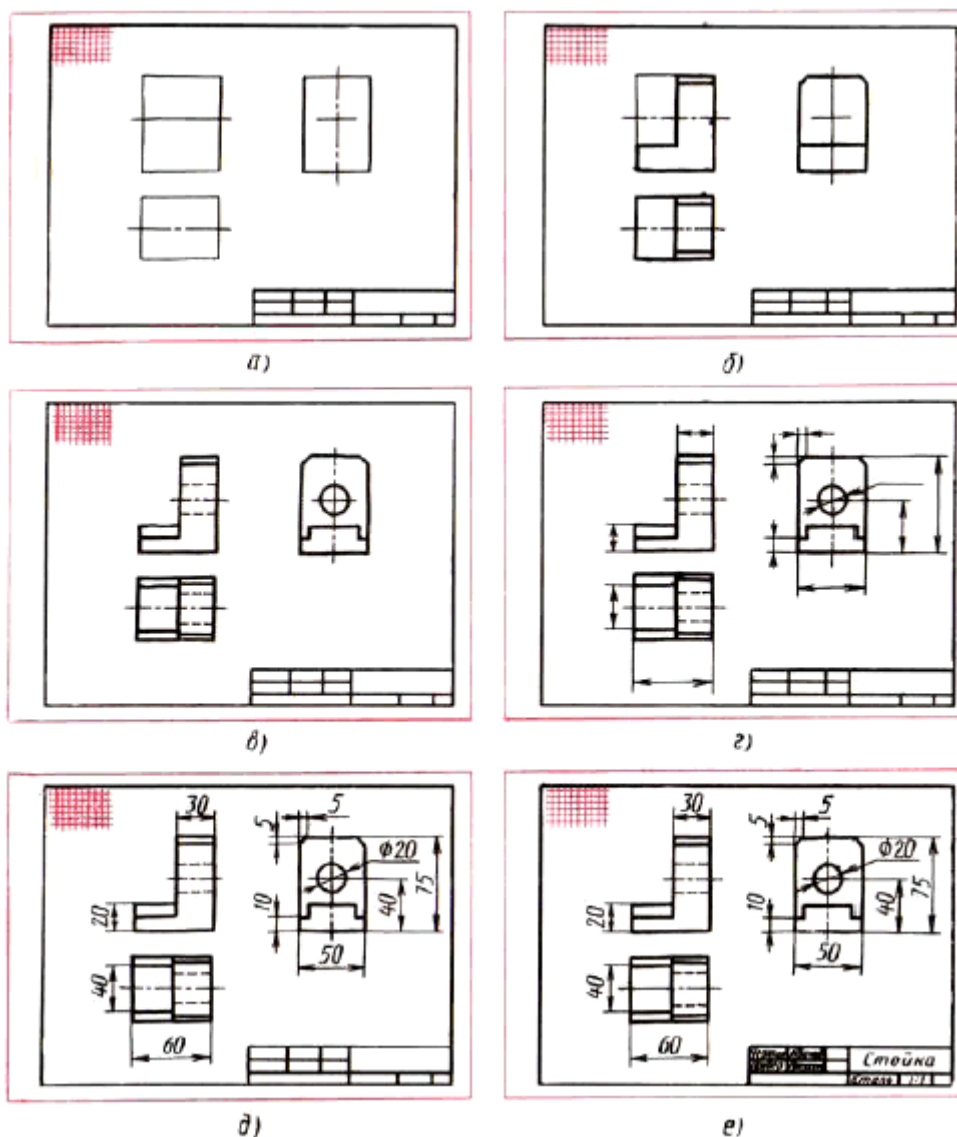

Рис. 2.1 Последовательность выполнения эскиза
Строят изображения детали на эскизе в такой последовательности (рис. 2.1):
- 2 Определяют, как лучше разместить изображения на поле чертежа, и вычерчивают тонкими линиями габаритные прямоугольники. При необходимости проводят осевые и центровые линии (рис. 2.1, а).
- 3 Наносят на видах внешние (видимые) контуры детали (рис. 2.1. б).
- 4 Штриховыми линиями изображают невидимые части и элементы детали (рис. 2.1, в). Обводят эскиз.
- 5 Наносят выносные и размерные линии (рис. 2.1, г).
- 6 Обмеряют деталь, наносят размерные числа и в случае необходимости надписи (рис. 2.1, д).
- 7 Заполняют основную надпись (рис. 2.1. в), где указывают название детали, материал, из которого она изготовлена.